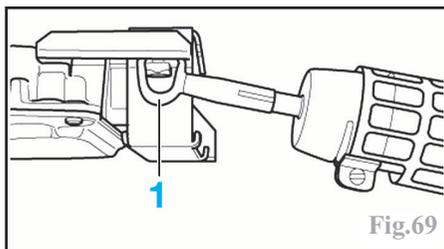

Fig.69
raccordement et des connecteurs, des isolations et des calculateurs, il convient de procéder avec la plus grande prudence, d'utiliser une buse (1) de protection sur le décapeur thermique et ne pas chauffer plus de 20 secondes (Fig.69).